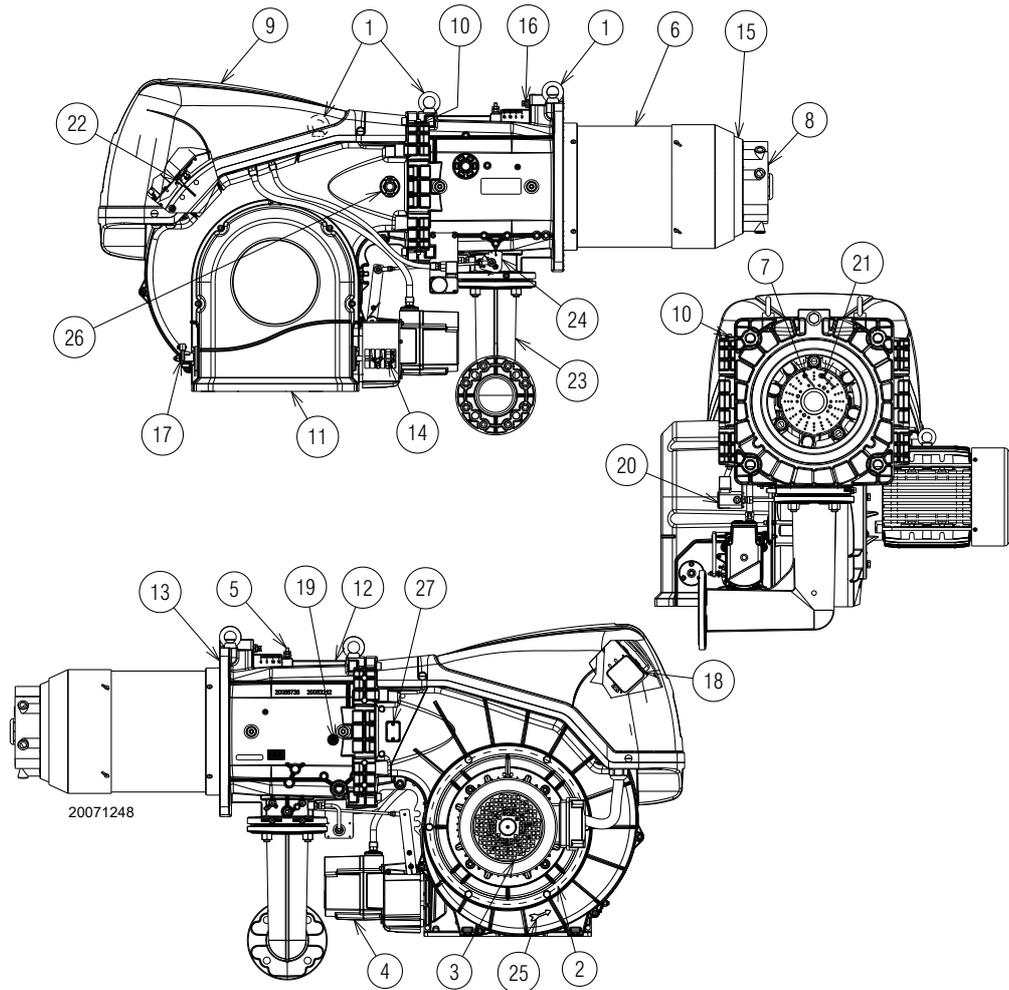

Fig. 5
- (1) Condiciones de referencia: Temperatura ambiente 20°C - Temperatura gas 15°C - Presión barométrica 1013 mbar - Altitud 0 m s.n.m.
(2) Presión en la toma 5)(Fig. 5 en la pág 13) con presión cero en la cámara de combustión y a la potencia máxima del quemador.
(3) Presión sonora medida en el laboratorio de combustión del fabricante, con quemador en funcionamiento en caldera de prueba, a la potencia máxima. La Potencia sonora se mide con el método "Free Field", previsto por la Norma EN 15036, y según una precisión de medición "Accuracy: Category 3", como se describe en la Norma EN ISO 3746.